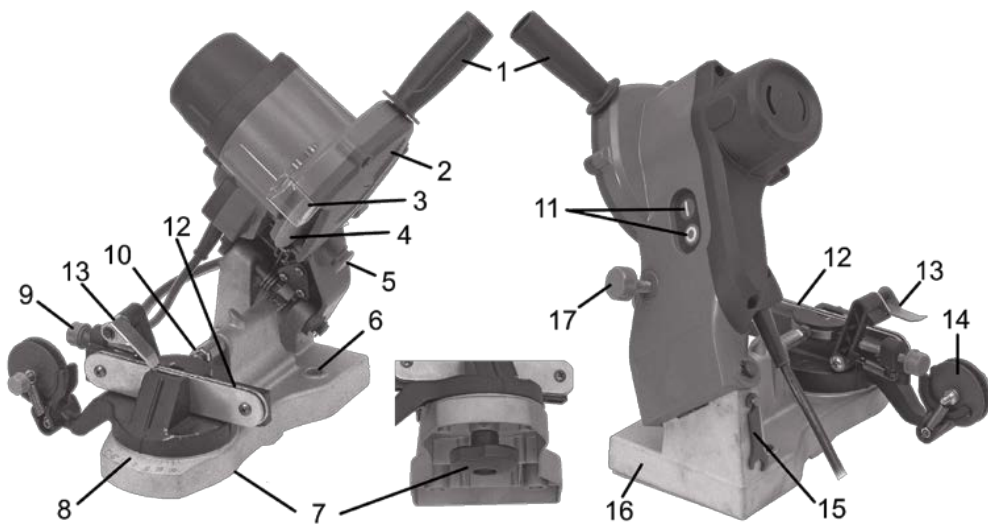
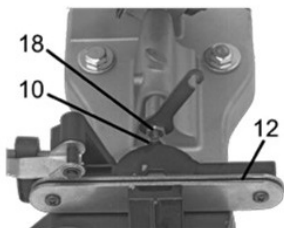

Рисунок 1 Опис виробу
Рисунок 3
- встановити поворотний робочий стіл на основу (16, рисунок 1) через відповідний монтажний отвір та закріпити його за допомогою фіксатора (7, рисунок 1);
- закріпити основу до верстака за допомогою кріпильних елементів з комплекту постачання через монтажні отвори (6, рисунок 1);
- встановити рукоятку (1, рисунок 1) на корпус електродвигуна, накрутивши її на відповідну різьбову шпильку.
- зняти захисний кожух диска (2, рисунок 1), викрутивши три гвинти кріплення;
- утримуючи абразивний диск (4, рисунок 1), відкрутити його фіксатор;
- послабте фіксатор (7, рисунок 1), встановіть поворотний робочий стіл у нейтральне положення так, щоб стрілка покажчика знаходилася навпроти значення «0» на шкалі (8, рисунок 1) і знову затягніть фіксатор;
- використовуючи гайковий ключ (15, рисунок 1), послабте контргайку (18, рисунок 3) та відрегулюйте болтом (10, рисунок 3) ширину паза напрямної опори (12, рисунок 3) відповідно до ланцюга, який необхідно заточити;
- перевірте правильність спрацювання механізму автофіксації ланцюга. Для цього, взявшись за рукоятку (1, рисунок 1), підведіть абразивний диск (4, рисунок 1) до ланцюга і спробуйте потягнути його вліво або вправо – ланцюг рухатися не повинен, інакше повторіть регулювання ширини паза напрямної опори. По досягненні надійної фіксації ланцюга затягніть контргайку регульовального болта. Також переконайтеся в тому, що ланки ланцюга вільно звисають та не чіпляються за сторонні предмети, не торкаються електричних дротів;
- не вмикаючи електродвигун виробу, однією рукою візьміться за рукоятку (1, рисунок 1), а іншою затисніть кнопку розблокування регульовального гвинта глибини заточування (5, рисунок 1) та підведіть абразивний диск (4, рисунок 1) впритул до ланцюга так, щоб диск потрапив у проточене місце перед робочою поверхнею різальної кромки зубця ланцюга. Прослідкуйте, щоб гвинт регулювання глибини заточування (17, рисунок 1) уперся у відповідне місце на станині та відпустіть кнопку його розблокування;
- продовжуючи притискати абразивний диск і обертаючи регульовальний гвинт (17, рисунок 1), виконайте точне налаштування глибини заточування так, щоб диск трохи не доходив до дна проточування зуба ланцюга. Потім поверніть абразивний диск у вихідне положення;
- увімкніть виріб відповідною кнопкою вимикача (11, рисунок 1). Використовуючи рукоятку (1, рисунок 1), акуратно підведіть абразивний диск до ланцюга і виконайте заточування. Поверніть диск у вихідне положення;